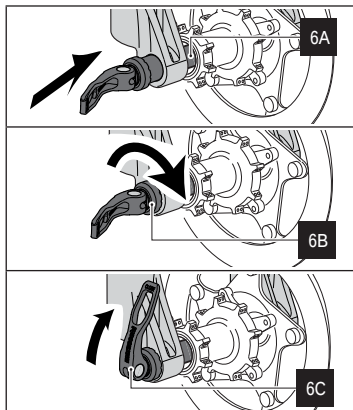

Figura 6 - Instalación rueda en horquillas con perno de desenganche rápido QR15
- Alinee el centro de la rueda entre los dos pies portarueda (véase 6A en figura 6).
- Manteniendo la palanca de bloqueo paralela al eje, atornille el perno en la tuerca, o bien igualmente la tuerca en el perno (véase 6B en figura 6). Durante la operación de atornillado, no utilice la palanca de bloqueo del perno para aumentar el par de apriete.
- Mediante la palanca de restricción instalada en la extremidad del perno, bloquee la palanca (véase 6C en figura 6), de esta manera la rueda se fijará de manera correcta en la horquilla.
- Compruebe que la palanca del desenganche esté en una posición que asegure la correcta fijación del perno, y que esté en una posición que no sea sujeta a choques durante la utilización (véase 6C en figura 6).